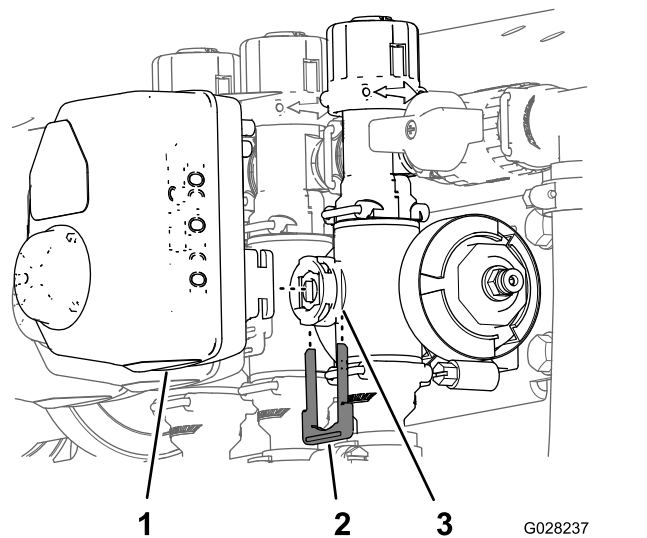

图66
3. 取下将致动器固定至喷洒率控制歧管阀、搅拌、主喷洒臂段或喷洒臂段阀的卡环 (图66)。